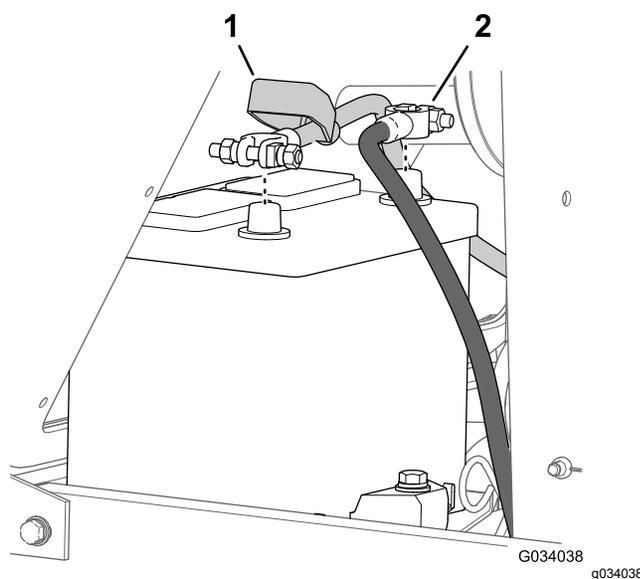

図 54
- バッテリー端子から、マイナス-ケーブルを外す 図 54。
- バッテリー端子部から絶縁ゴムカバーを外す 図 54。
- バッテリー端子から、プラス+ケーブルを外す 図 54。
- バッテリーのプラス端子にプラス+ケーブルを接続する 図 54。
- バッテリーのマイナス端子にマイナス-ケーブルを接続する 図 54。